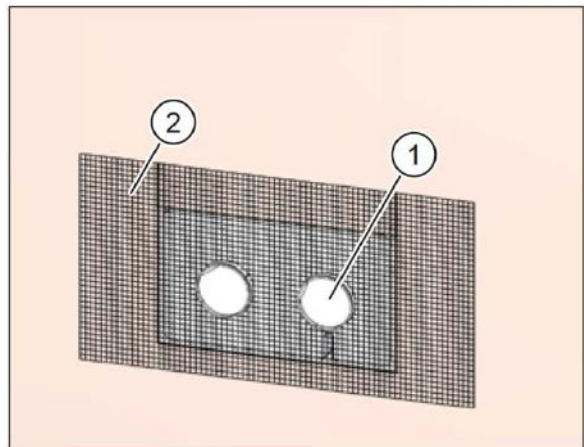
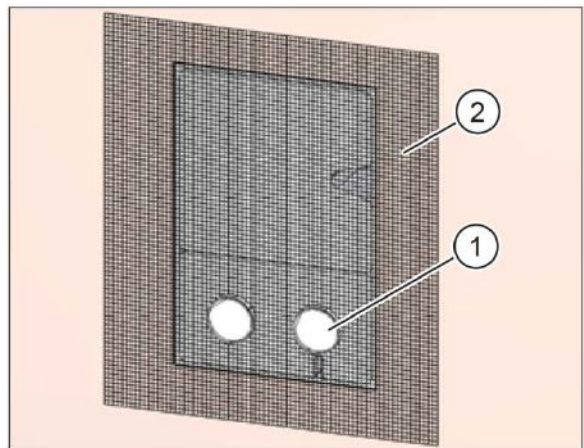

Рис. 25: откорректировать размер монтажной коробки без вставки-заполнителя
Рис. 26: откорректировать размер настенного ящика со вставкой-заполнителем
- ▶ Вставить гипсовые защитные прокладки (поз. 1 на рис. 25 и рис. 26). Они должны выступать из капитальной стены настолько, чтобы затем были скрыты слоем штукатурки. Гипсовые защитные прокладки образуют площадь для заделки трещин / щелей во внешней штукатурке.
- ▶ Нанесите штукатурную сетку (поз. 2 на рис. 25 и рис. 26) снаружи на монтажную коробку, кладку стены или утепление фасада